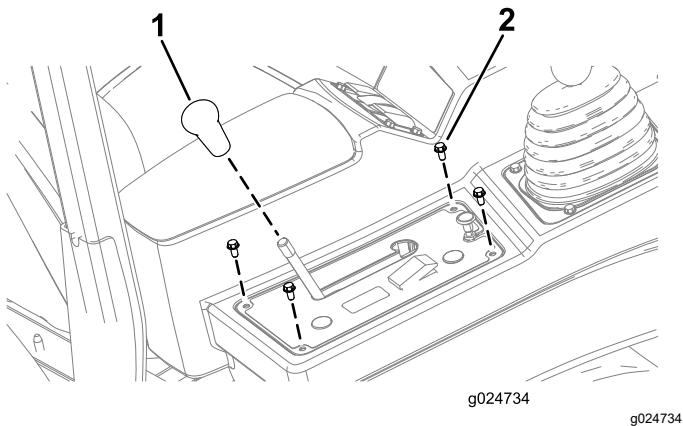

Bild 13
1. Nehmen Sie das Handrad von der Differenzialsperrenstange ab (Bild 13).